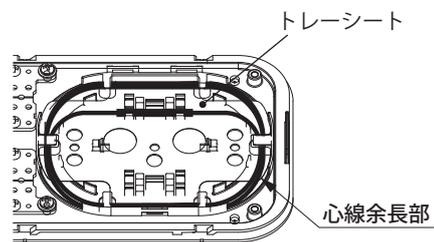

図 6
4. 心線余長部はトレーシートで押さえ、保護してください。(図6)